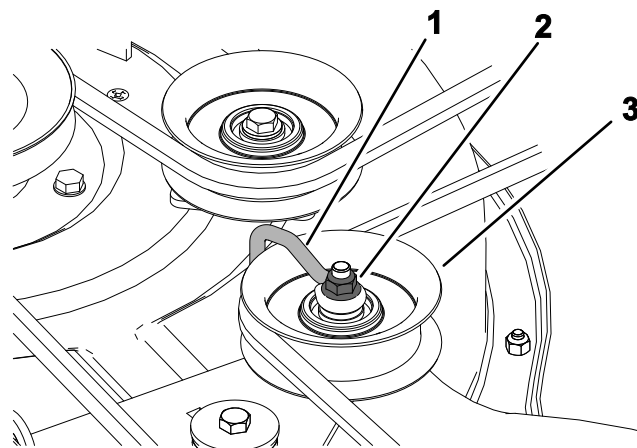

Figure 56
1. Couvercle 2. Vis (3)
6. Desserrez l'écrou qui fixe le fil métallique à la poulie de tension (Figure 56).
Remarque: Placez le fil métallique contre le bras de la poulie de tension, comme montré à la Figure 56.